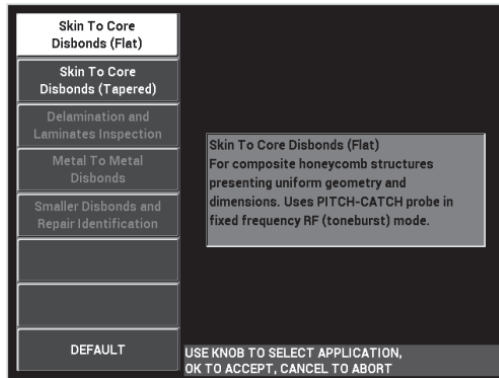

Figura 6-2 L'applicazione Perdita di adesione tra rivestimento e interno (Piano)
3. Selezionare l'applicazione **Perd. ades. tra rivest. e interno (Piano)** ed in seguito premere ✓ per confermare (vedere Figura 6-2 a pagina 138).